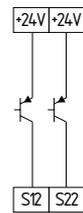

Fig. 12
**Commande à 2 canaux d'un dispositif de sécurité électronique (basé microprocesseur) relatif à la sécurité avec des sorties statiques à commutation P, p.ex. AOPDs selon EN IEC 61496 (Fig. 12)**